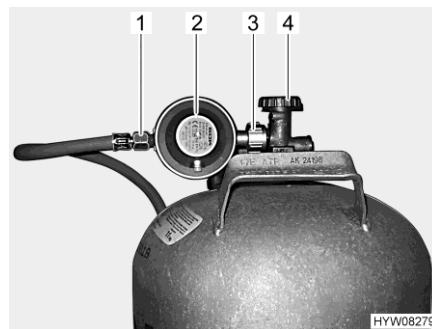

Bild 68 Anschluss Gasflasche
- Haupt-Absperrventil (Bild 68,4) an der Gasflasche schließen. Pfeilrichtung beachten.
- Gasdruckregler (Bild 68,2) festhalten und Rändelmutter (Bild 68,3) öffnen (in der Regel Linksgewinde).
- Gasdruckregler mit Gasschlauch (Bild 68,1) von der Gasflasche abnehmen.
- Gasdruckregler (Bild 68,2) mit Gasschlauch (Bild 68,1) an die Gasflasche ansetzen und Rändelmutter (Bild 68,3) zudrehen (in der Regel Linksgewinde). **Nicht** zu fest anziehen.